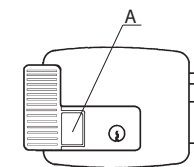

Fig.3
- Para activar o "SISTEMA DE BLOQUEIO" premir o botão A e bloqueá-lo com a chave (**fig. 3**).
- Para activar el "PASADOR DE BLOQUEO" oprimir el pulsador A y bloquearlo girando la llave (**fig. 3**).
- To operate the "STOP DEVICE" press pushbutton A and block it by turning the key (**fig. 3**).